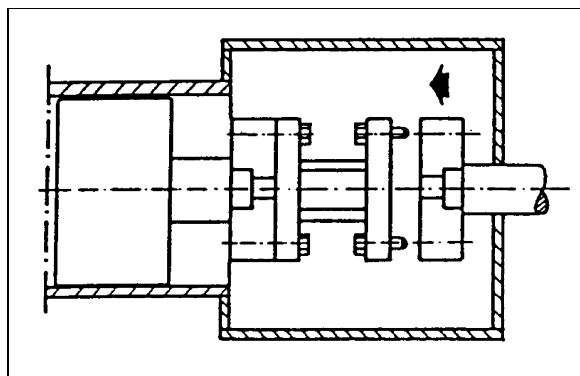

Fig. 4
- Insertar la pieza distanciadora y atornillarla al émbolo impulsor. (Fig. 4)